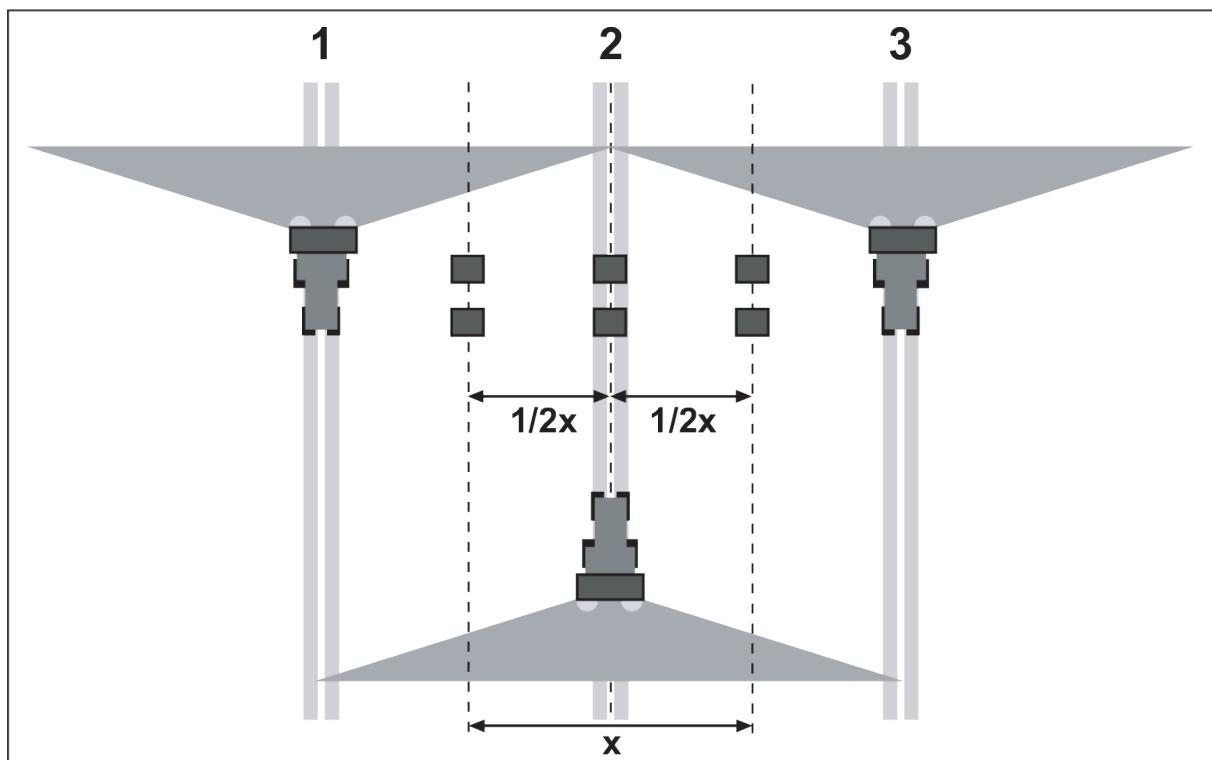

Fig. 54: Amplasarea pentru trei deplasări
- ▶ Amplasați câte două vase colectoare la distanță de **1 m** unul în spatele altuia în zonele de suprapunere (dintre traseele parcurse de tractor) și în traseul central de deplasare (ca în Fig. 54)